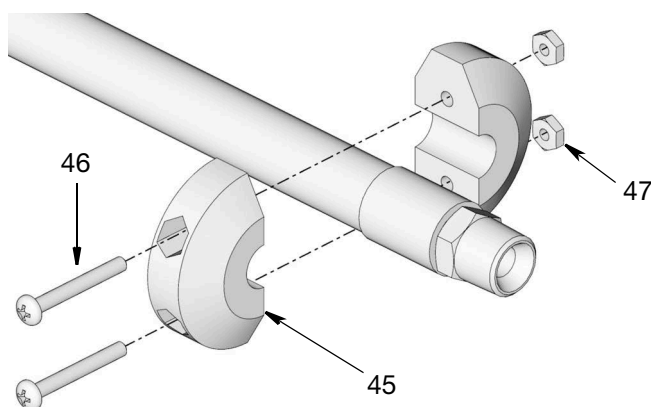

FIG. 7
5. Installer la butée de bille (45) près de l'extrémité du flexible à l'aide de vis (46) et d'écrous (47). Serrer les écrous jusqu'à ce que les bords extérieurs de la butée se touchent (FIG. 7).